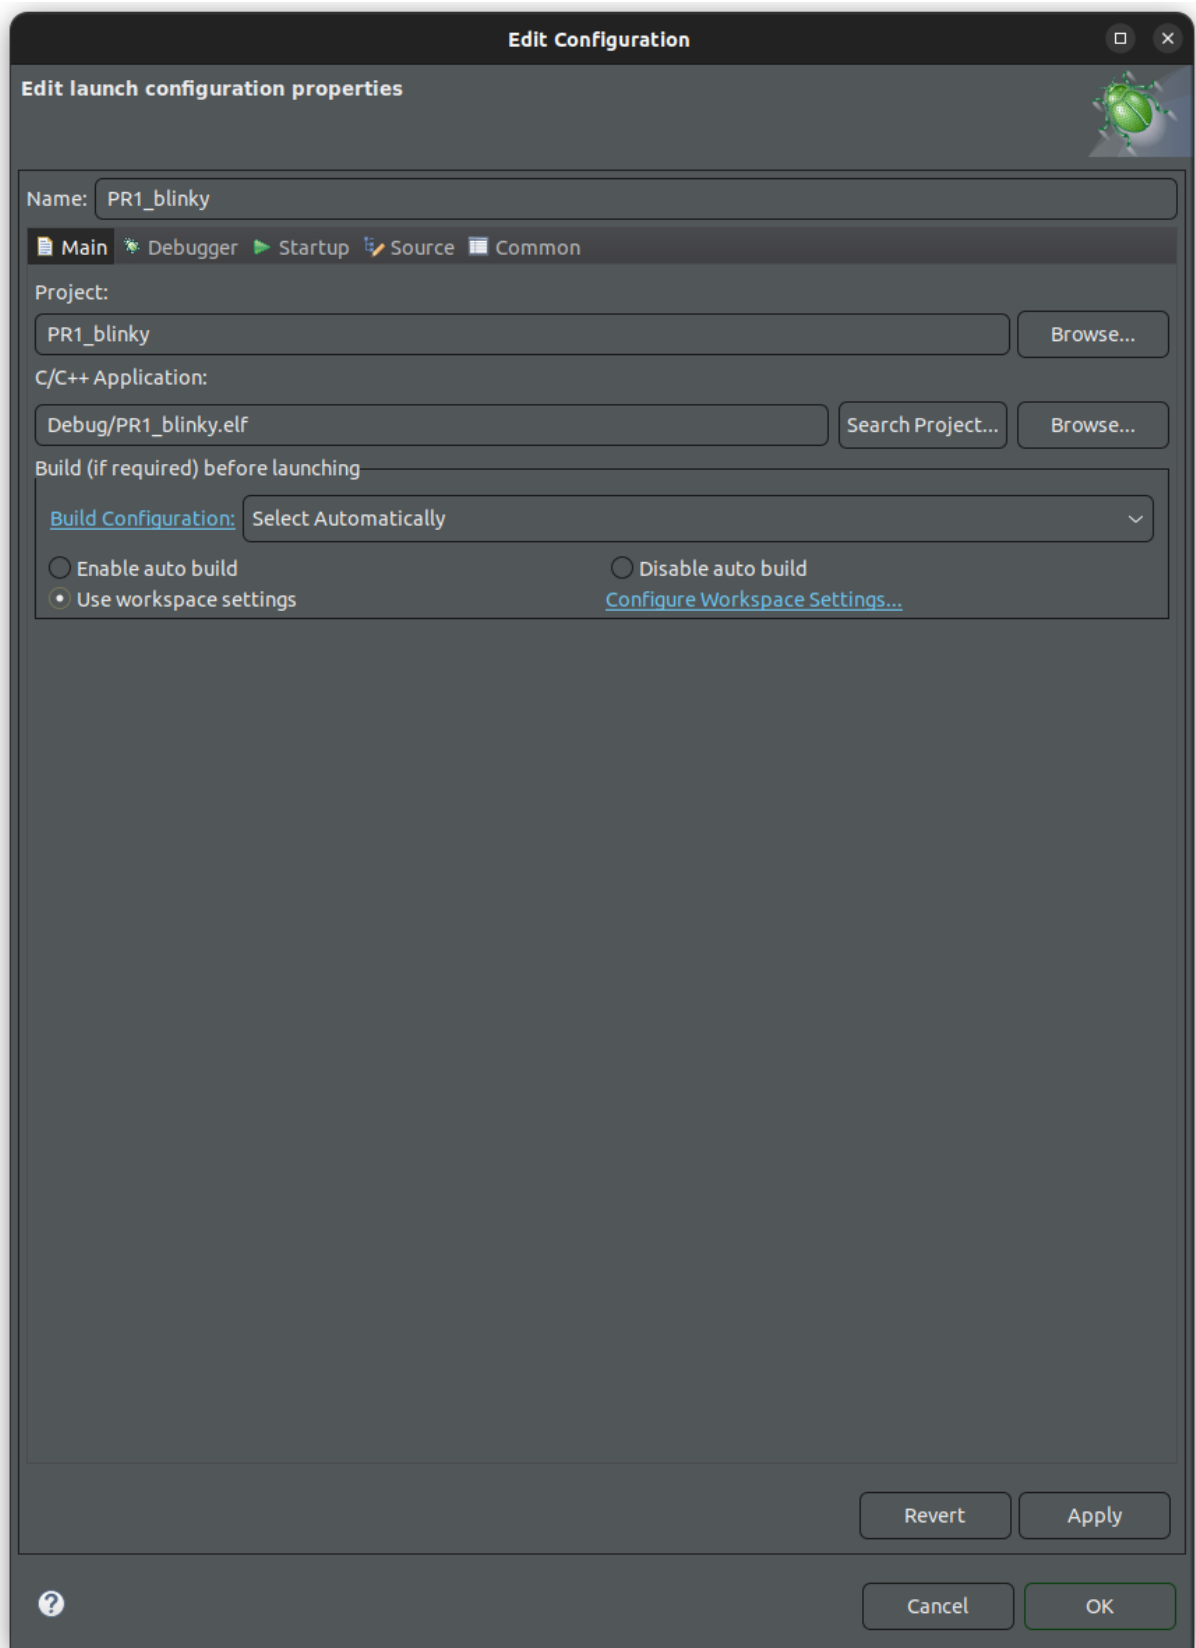

Figura 16: Selección de depuración por defecto
4. Acepta la configuración de depuración por defecto (Figura 16) y vuelve a aceptar cuando pida cambiar a la vista de depuración.